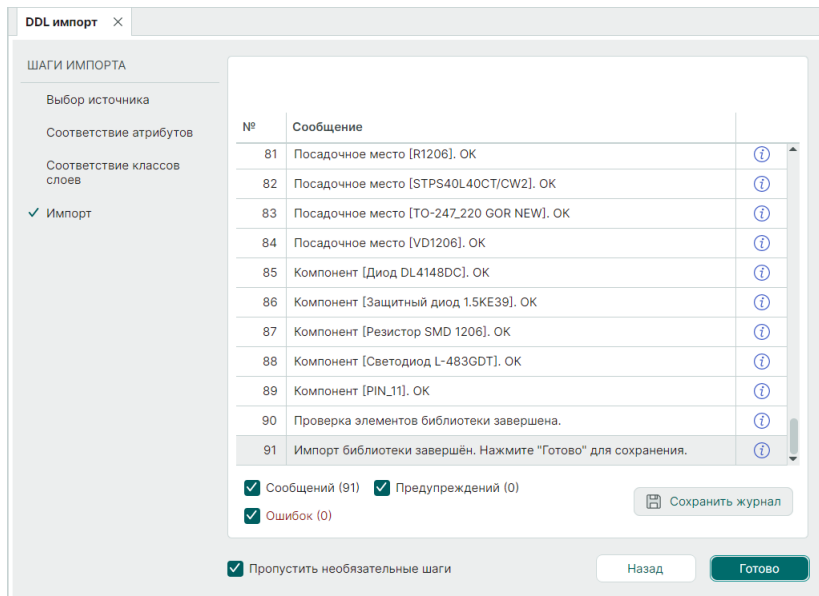

Рис. 9 Завершение процедуры импорта
5. Дождитесь завершения процедуры импорта и нажмите «Готово», см. Рис. 9.